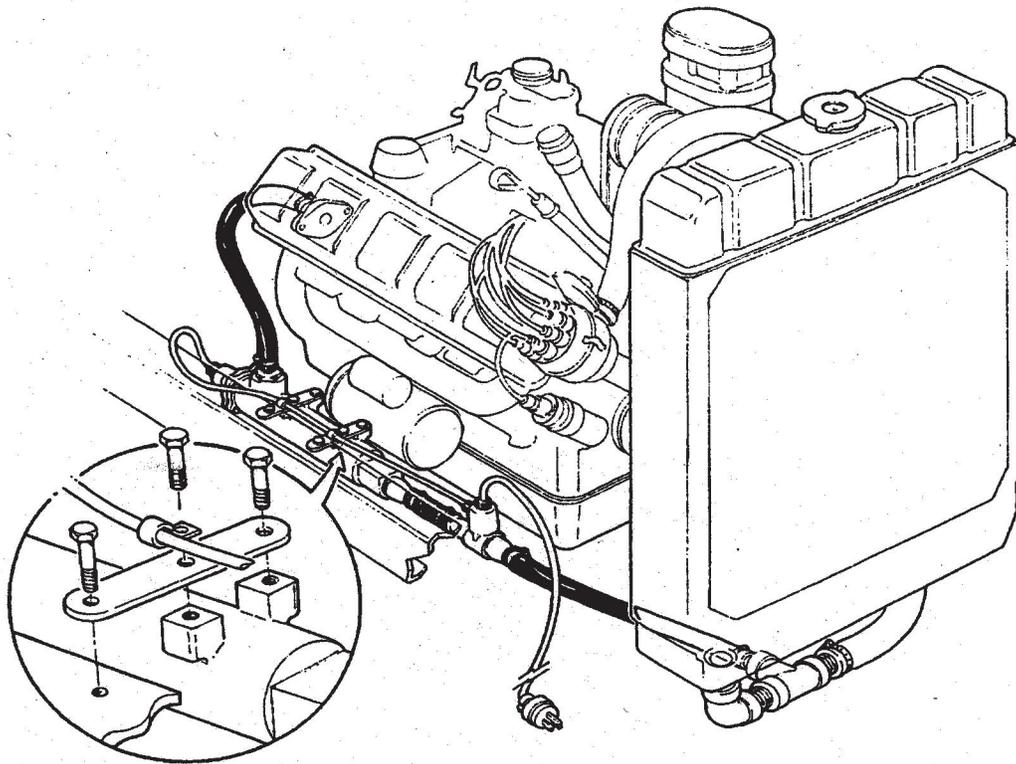

Figure 1 - Installation type avec le kit de thermostat en option
1.2 **Montage** - (voir la FIGURE 1)